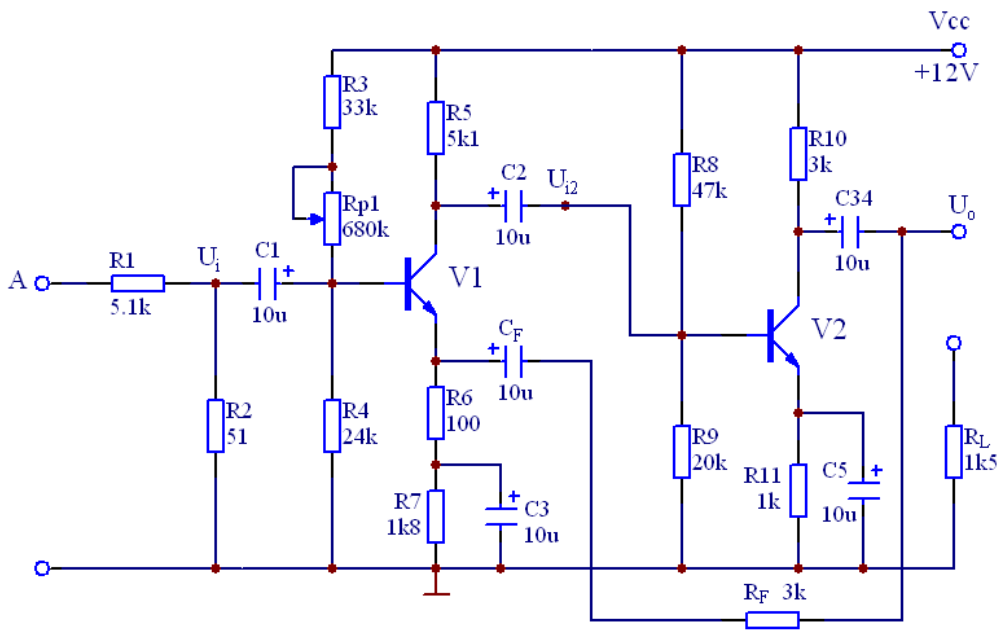

图 3.1 反馈放大电路
- 2. 图 3.1 电路中晶体管 β 值为 40，计算该放大电路开环和闭环电压放大倍数。
- ① 按图 3.1 接线， R_F 先不接入，使放大电路处于开环状态。调整 R_{P1} 使 $U_{C1}=6V$ ，记录此时三极管 $V1$ 、 $V2$ 的工作点。
- ② 在输入端 A 接入幅值 $100mV$ $f=1kHz$ 的正弦波，经 R_1 、 R_2 衰减后， U_i 约为 $1mV$ 。调整接线和参数使输出不失真且无自激振荡(参考实验二方法)。
- ③ 表 3.1 要求进行测量并填表。
- ④ 根据实测值计算开环放大倍数和输出电阻 r_o 。
- ①接通 R_F ，引入反馈回路使放大电路处于闭环，此时三极管工作点应与(1)相同。
- ②在输入端 A 接入幅值 2V、 $f=1\text{kHz}$ 的正弦波，经 R_1 、 R_2 衰减后， U_i 约为 20mv。按表 3.1 要求测量并填表，计算 A_{uf} 和开环闭环时的输出电阻。
- ④ 据实测结果，验证 $A_{uf} \approx \frac{1}{F}$ ，并研究负反馈对放大电路各方面的影响。
- (1) 将图 3.1 电路先开环，选择 U_i 适当幅度(频率为 1kHz)使输出信号在示波器上有较大不失真正弦波显示。
- (2) 保持输入信号幅度不变逐步增加频率，直到波形减小为原来的 70%，此时信号频率即为放大电路 f_H 。
- (3) 条件同上，但逐渐减小频率，测得 f_L 。
- (4) 将电路闭环，重复 1~3 步骤，并将结果填入表 3.2。